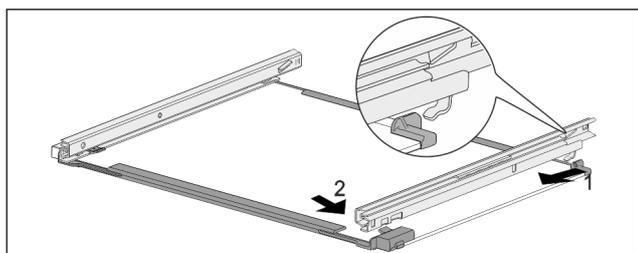

Fig. 152 带轨道的玻璃隔板
- ▶ 轨道后部钩入。 Fig. 152 (1)
- ▶ 轨道前部卡紧。 Fig. 152 (2)